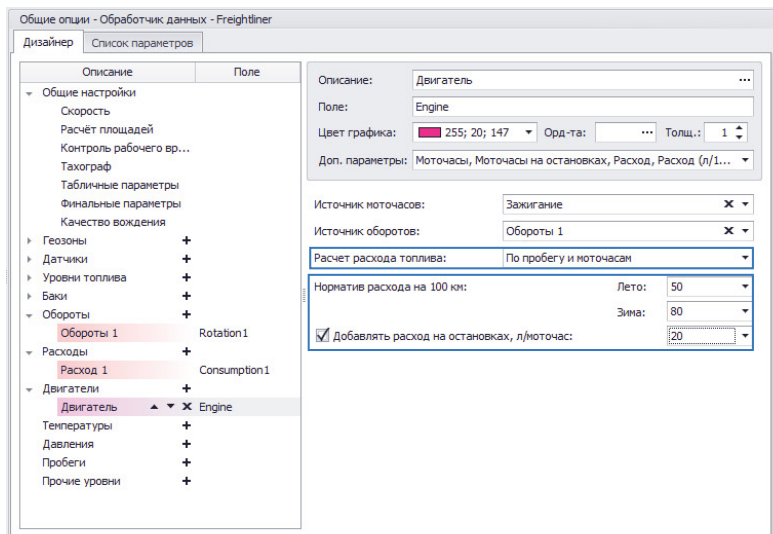

Рис.51. Расчет расхода двигателя по пробегу и моточасам.
- **По пробегу и моточасам (Рис.51)** – расход топлива вычисляется по общему пробегу ТС и времени работы двигателя по заранее известной норме расхода топлива. Время работы двигателя определяется по параметру, выбранному в поле «Источник моточасов». Для данного способа расчета расхода необходимо задать норму расхода на 100 км в летний и зимний периоды. Опция «Добавлять расход на остановках, л/час» позволяет добавить к суммарному расходу расход двигателя на остановках. По умолчанию расход на остановках не учитывается. Норма расхода на остановках должна быть задана в л/час.